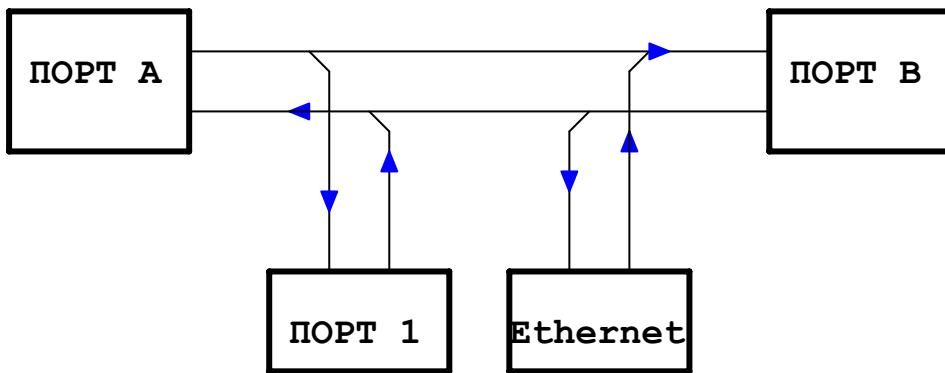

Рис. 22 Вариант схемы коммутации потоков
- в карте назначения порта А задействованы один адресат из 3-х. В этом случае пользователь может выбрать один из оставшихся адресатов и назначить для него карту распределения. Выбор определяется первым назначенным в карте адресом. Попытки использовать далее другие источники будут блокироваться программно! В мультиплексоре ГМ-2 возможна реализация схемы коммутации показанной на Рис. 22. В такой схеме задан кросс-коннект между портами А и В, часть потока Порта А коммутируется в цифровой порт 1, а часть потока Порта В коммутируется в другой цифровой порт, в примере – в порт Ethernet. Число цифровых портов для портов А и В может быть от одного до трех.
На Рис.22 показана типовая схема построения сети между двумя офисами. Через порты В соединены учрежденческие АТС, а через порты А осуществляется транспортировка каналов через кабельную сеть Е1. Предположим, пользователь арендует у провайдера кабельной сети ограниченное число тайм-слотов. Часть тайм-слотов(например первые 6) используется для транспортировки телефонных каналов. Следующие 2 тайм-слота задействованы для соединения сегментов локальных сетей Ethernet. Кроме того, необходимо сохранить сигнализацию по телефонным каналам в 16-м тайм-слоте. Для того, чтобы получить плотное, без пустых тайм-слотов размещение каналов, требуется переставить 16 тайм-слот приемника порта В в позицию 9 кадра передатчика порта А. В этом случае для транспортировки данных по сети Е1 можно арендовать 9 первых тайм-слотов в кадре.